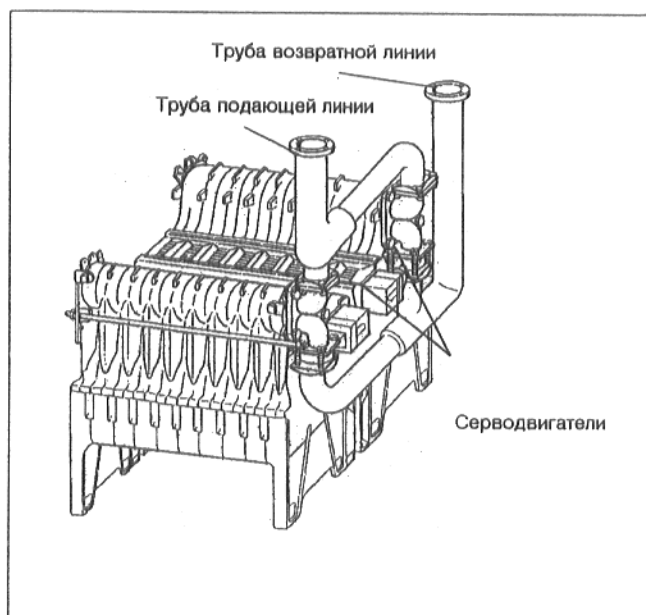

Рис. 12: Исполнение с кольцевой дроссельной заслонкой
- Вставить фланцы обеих кольцевых дроссельных заслонок между фланцами таким образом, чтобы серводвигатели были направлены к середине котла, а подключения электропитания находились сверху (рис. 12). Вложить уплотнения.
- Плотно привинтить трубу возвратной линии (все 4 винта с гайками крест-накрест на каждой стороне) (рис. 12).